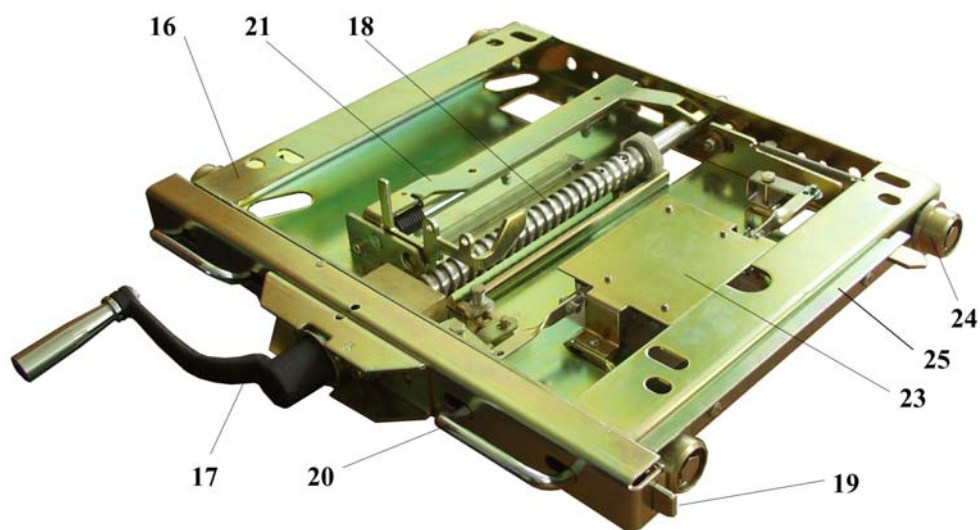
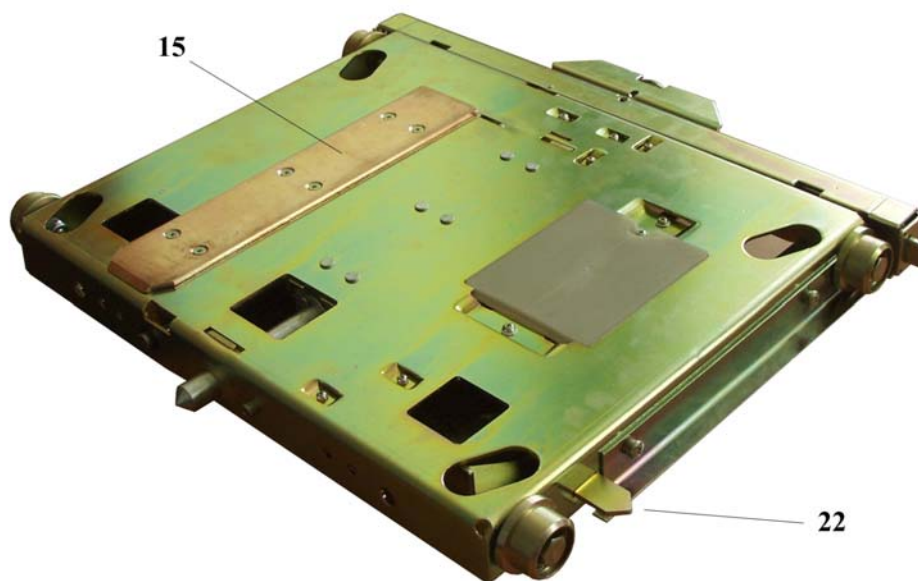

Рис. 8
Рис. 9
Кассетное основание включает в себя следующие основные узлы (см. Рис.8 и Рис.9, где представлена конструкция типа ДРС-4А-650):
- 7.1.2.2 Расфиксация КВЭ производится перемещением обеих ручек поз. 20 (см. рис. 8) к центру. Расфиксация тележки возможна только при нахождении КВЭ/TEL в контрольном положении КРУ.
- 7.1.2.3 Рычаг блокировки заземлителя поз. 22 (см. рис. 9) блокирует возможность перемещения КВЭ/TEL из контрольного положения в рабочее, если он задвинут в основание (рычагом, принадлежащим КРУ), что должно соответствовать заземленному положению линейных шин КРУ. Выступающий из основания рычаг блокировки заземлителя разрешает перемещение КВЭ/TEL. На рисунке 10 представлены оба положения рычага блокировки, соответствующее обоим типам используемых кассетных оснований (DPC-4A-650 и DPC-4A-800).
7.1.2.4 Размещенная с правой стороны тележки блокировочная планка поз. 25, рис. 8, за-
- 3) Невозможно перемещение КВЭ/TEL из контрольного положения в рабочее, если включены заземляющие ножи (это необходимо обеспечить разработчикам КРУ, воздействуя на рычаг блокировки заземлителя, рис. 9).